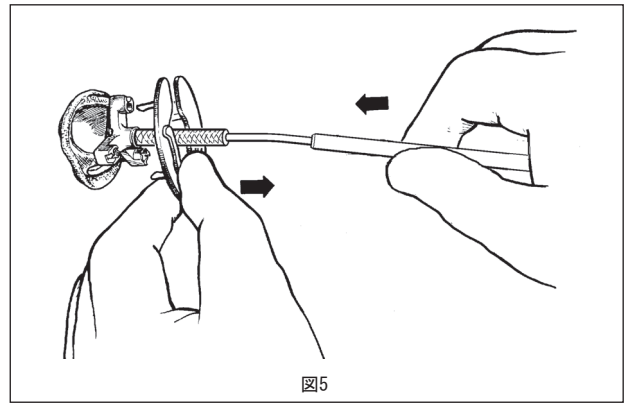

図5
4. 支持棒の縁と取っ手を一緒に把持し、斜め手前方向に引いて支持棒を外します（図5）。支持棒は廃棄します。